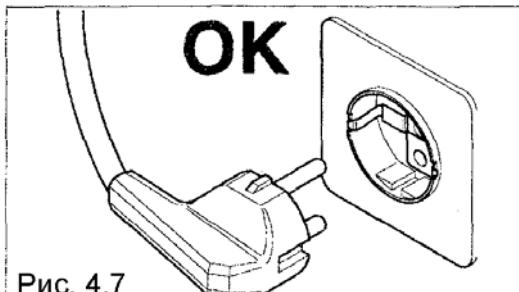

Рис. 4.7
- Автомат оснащен сетевым шнуром H05VV-F 3x1,5 мм^2 с вилкой SCHUKO (рис. 4.7).